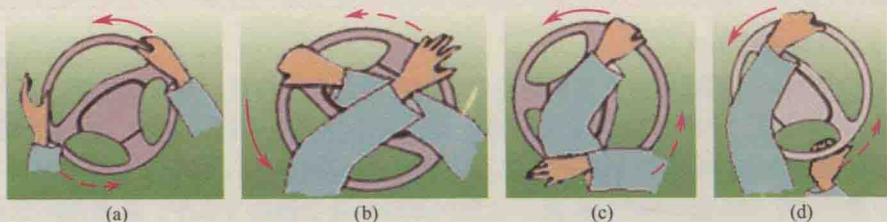

图1-5 连续向左转动转向盘
⑤ 连续向左转动转向盘 如图1-5（a）所示，左手拉动，右手推送。如图1-5（b）所示，当右手到达10时的位置时，左手握住转向盘1～2时的位置拉动。如图1-5（c）所示，当右手越过9时的位置后，松开转向盘，并从左臂下方收回；左手继续拉动转向盘。如图1-5（d）所示，右手翻腕，握住转向盘的5～6时的位置向上推送；左手向下拉动转向盘。就这样双手交替，使转向盘连续转动。